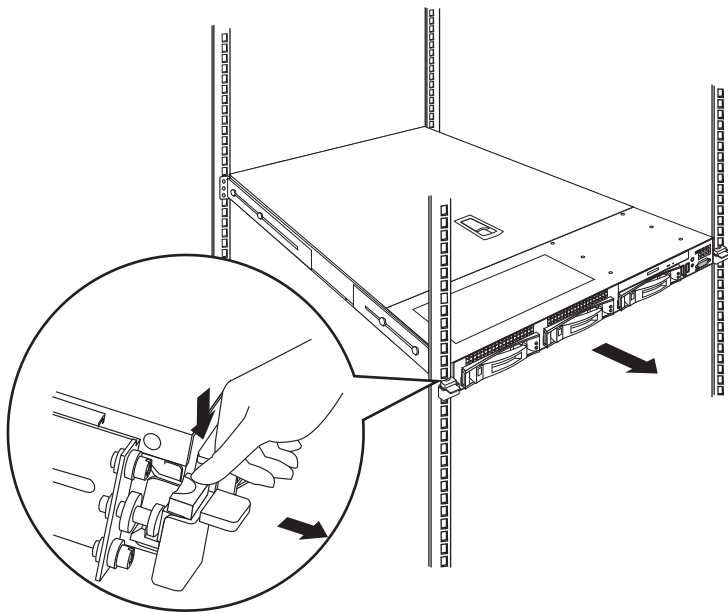

图 25 R515_35 服务器 内导轨和机箱把手安装示意图
6. 如图 25 所示，按压两耳片上的按键，同时拉动耳片使机箱滑出机柜；